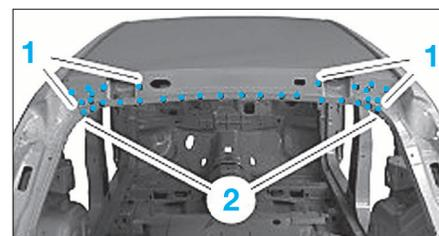

FIG. 128
- Souder par bouchonnage (1) (Fig.128).